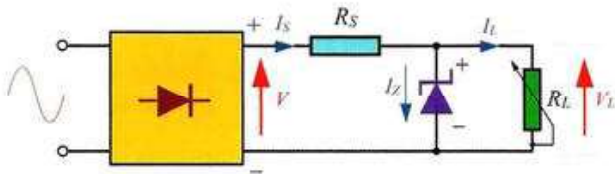

Figura 13.4. Estabilización de tensión mediante diodo Zener.
En la Figura 13.4, se muestra el esquema correspondiente a un regulador de tensión conectado a la salida de un puente rectificador. El diodo Zener consigue mantener la tensión en la carga (V_L) a valores constantes, aunque existan variaciones de tensión (V) a la salida del circuito rectificador y aunque se modifique la corriente por la carga (I_L). La resistencia de polarización del Zener (R_s), que se conecta en serie con el circuito de regulación, tiene como misión mantener la tensión de polarización del Zener entre unos valores aceptables, valiéndose para ello de las caídas de tensión que se producen en ella cuando la corriente que la atraviesa tiende a modificarse.